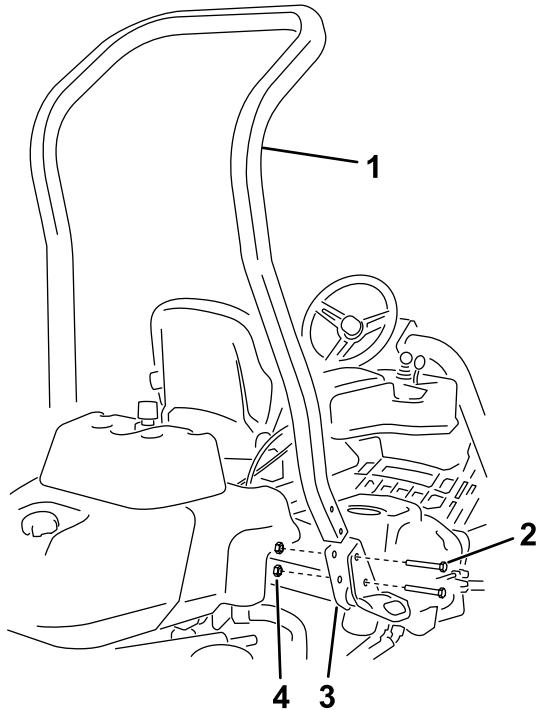

Рисунок 3
- С помощью 4 болтов ($\frac{1}{2} \times 3\frac{3}{4}$ дюйма) и 4 фланцевых гаек (1/2 дюйма) установите защитную дугу в кронштейны конструкции ROPS на каждой стороне машины, как показано на Рисунок 3.